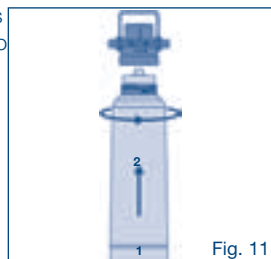

Fig. 11
- Aperte o filtro na cabeça do filtro, rodando-o para a esquerda (ver fig. 11).